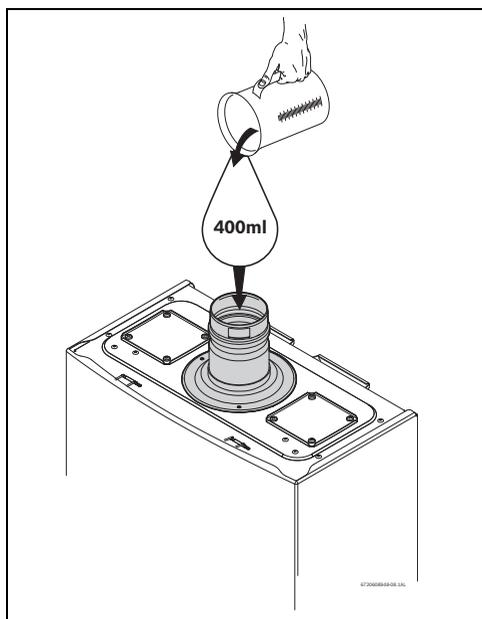

Fig. 32 Enchimento do reservatório de condensados no primeiro arranque
- ▶ Encher o reservatório de condensados com aproximadamente 400ml de água, pelo acessório de exaustão do aparelho, ver Fig. 32.